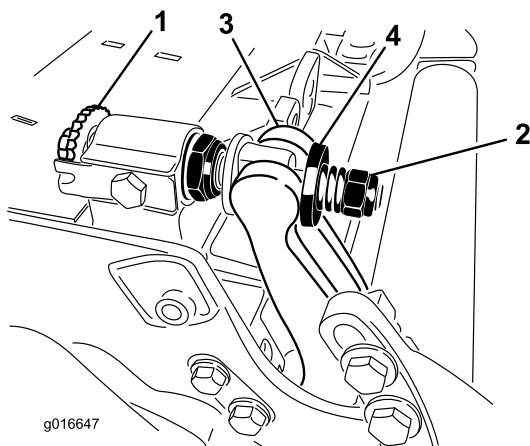

Figura 28
1. Rotii uruburile de reglare pentru bara de cadru în sens invers acelor de ceasornic pentru a îndepărta contracuitul de cilindru (Figura 28).
2. Deurubai piulița pentru tensionarea arcului până când aiba nu mai este lipită de bara de cadru (Figura 28).